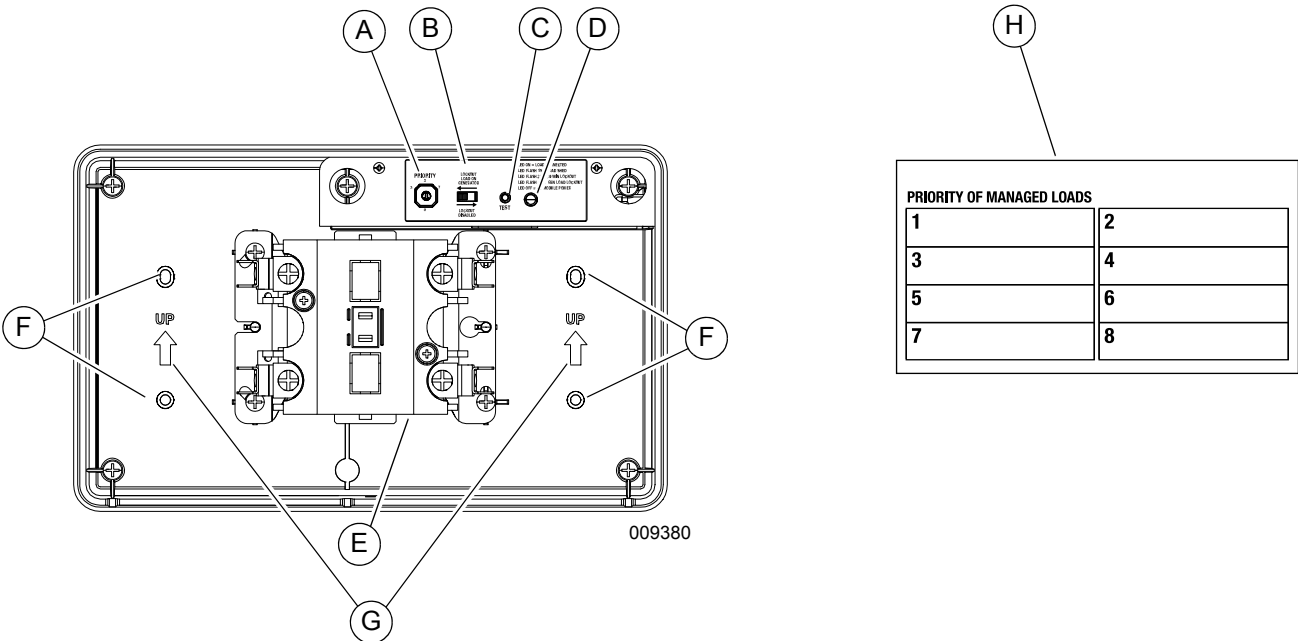
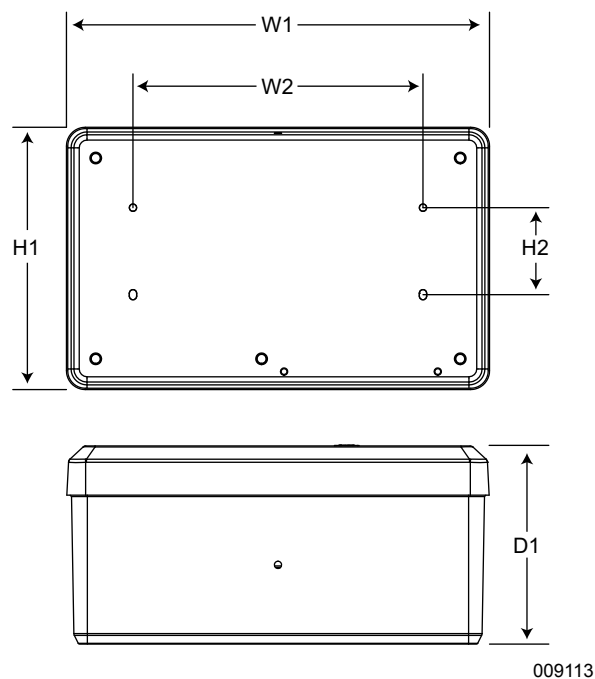

Figure 2-1. Caractéristiques et commandes du SMM
Figure 3-1. Dimensions pour le montage
3. Voir Figure 2-1. Maintenir le boîtier SMM contre la surface de montage avec les flèches (G) dirigées vers le haut, et marquez ou percez quatre trous de montage (F). Au besoin, voir la Figure 3-1 pour les dimensions requises.